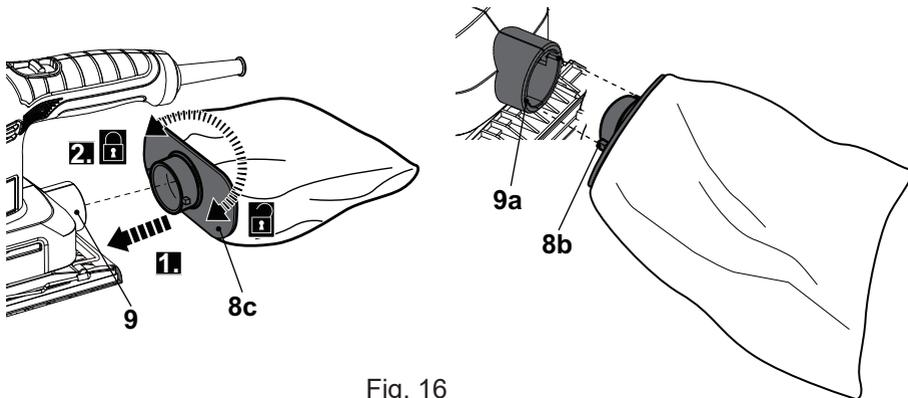

Fig. 16
- > Alignez les picots (8b) avec les encoches (9a) puis insérez l'adaptateur du sac à poussières (8c) dans la buse d'évacuation des poussières (9) jusqu'en butée (Fig. 16, étape 1).
- > Tournez l'adaptateur du sac à poussières (8c) dans le sens horaire pour le verrouiller en place (Fig. 16, étape 2).
- > Tournez l'adaptateur du sac à poussières (8c) dans le sens anti-horaire et retirez l'ensemble de récupération des poussières (8).